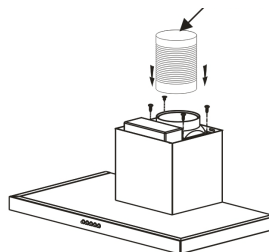

рис. 5
- Прикрутите сменный отводной чехол (не поставляется в комплекте) на выходное отверстие двигателя, не нарушая движение антивозвратного клапана (рис. 5).